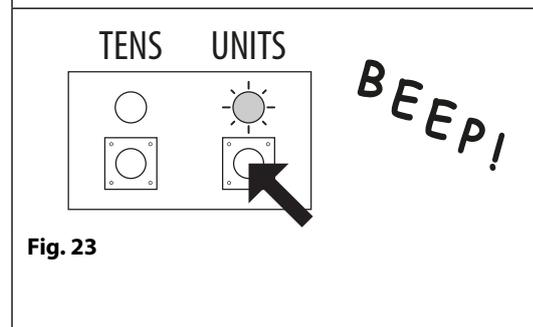

Fig. 23
2. utilizzare i pulsanti relativi a unità per impostare l'ID unità del lettore, ad esempio per impostare l'ID unità su 5, premere il pulsante delle unità 5 volte (attendere il bip di conferma ogni volta che si preme il pulsante e controllare il LED giallo delle unità che lampeggia ogni volta che si preme il pulsante), vedere la **Fig. 23**;
4. entrambi i LED, verde e rosso, Store e Delete, si riaccendono (ON) riposizionando il lettore in standby;